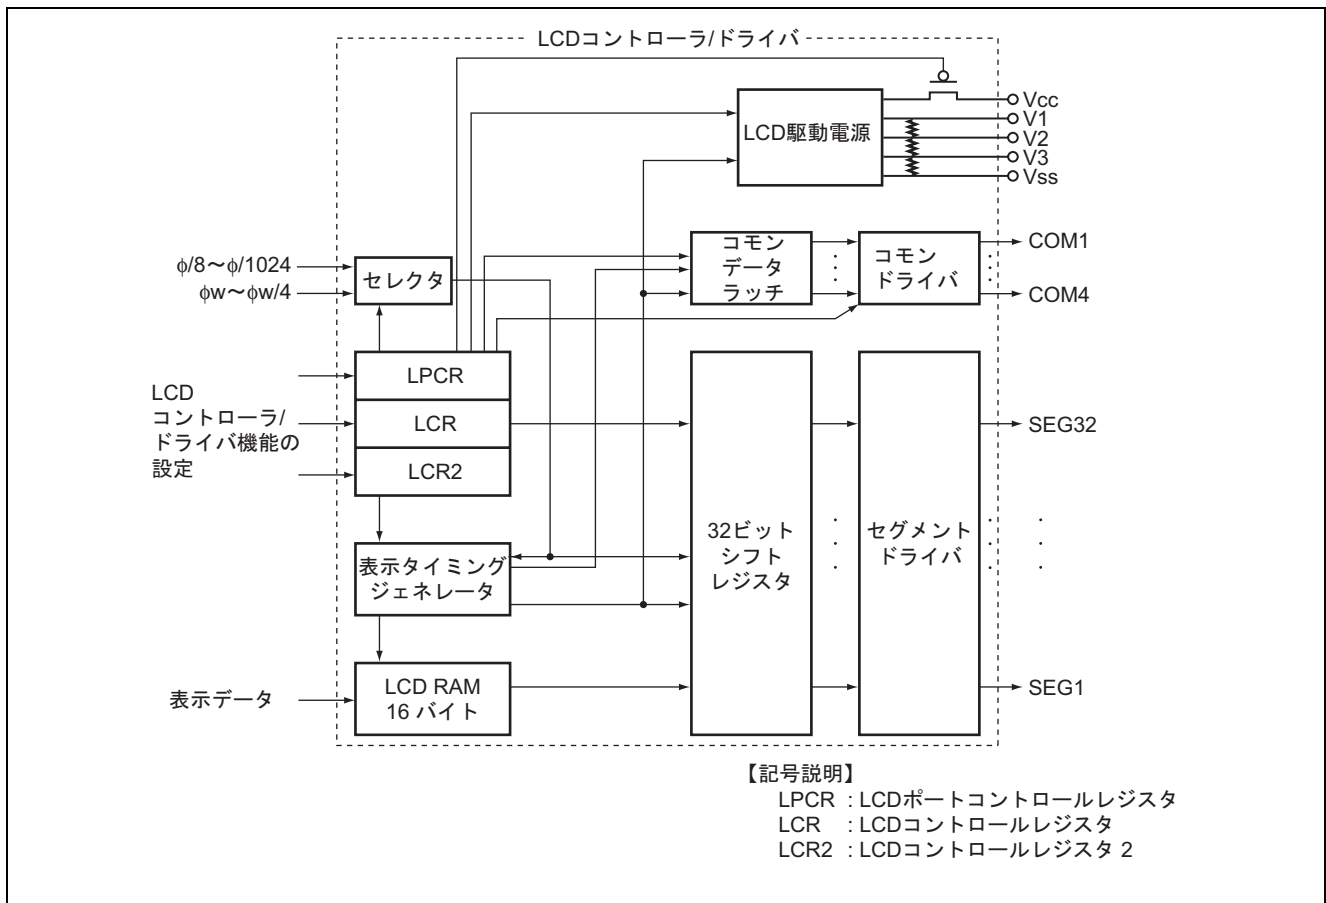

図 3 LCD コントローラ/ドライバのブロック図
(2) 本タスク例で使用する LCD コントローラ/ドライバのブロック図を図 3 に示します。